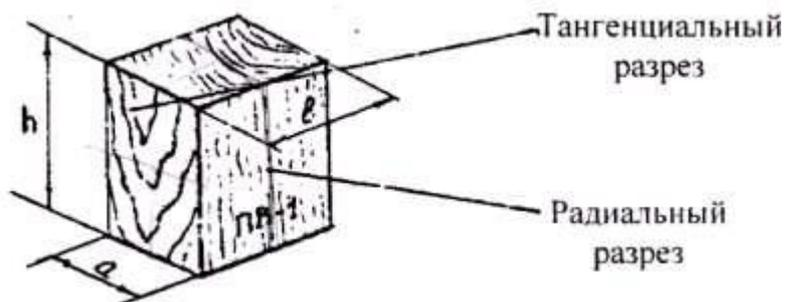

Рис. 1. Схема измерения образца
3. У каждого образца штангенциркулем измерить 3 взаимно перпендикулярных размера с точностью до $0,01$ см (замер производить по середине измеряемой грани (рис.1). Результаты измерений занести в таблицу 1.